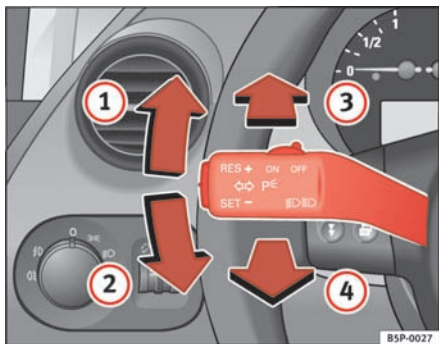

Fig. 77 Blink- og fjernlysarm
- Skub armen helt op ⇒ fig. 77 ① for at blinke mod **højre** og helt ned ② for at blinke mod **venstre**.
- Skub armen fremad ⇒ fig. 77 ③ for at tænde fjernlyset.